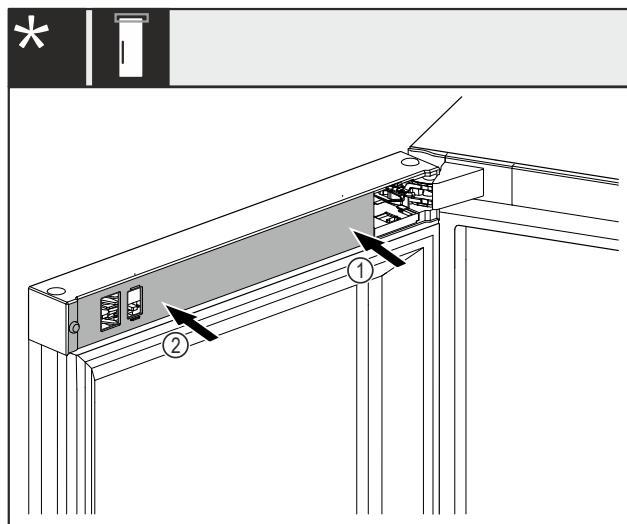

Fig. 47 *
- Aseta suojuks Fig. 47 (1) ensin laakerijalustan puolelle ja lukitse se paikalleen.*
- Aseta suojuks Fig. 47 (2) ulkopuolelle ja lukitse se paikalleen.*